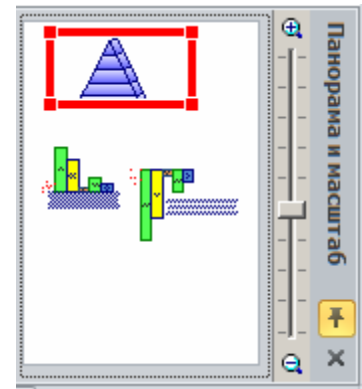

Рис. 1.36. Панель масштабування
- Відкрийте за допомогою кнопки *Области задач* (вкладка стрічки *Вид*) панель *Панорама и масштаб*. Увімкніть її автозгортання (*Скрывать автоматически*). Скористайтеся рамкою і лінійкою цієї панелі для зміни фрагмента й масштабу креслення (рис. 1.36).